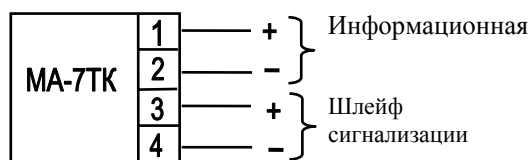

Рис. 2. Назначение клемм адресных меток MA-7TK.
6.1.2. Схемы подключения адресных меток представлены на рис.2,3.